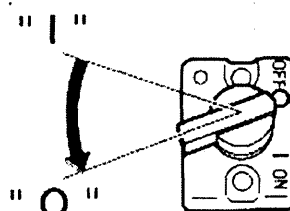

fig 6
- Mettre l'interrupteur en "OFF" ( fig.6).